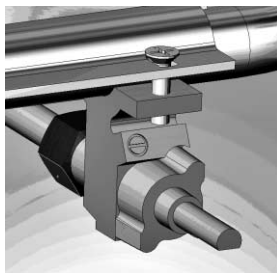

Рис. 6 Кран газовый с винтом малого пламени
б) через отверстие в панели управления, повернуть регулировочный винт крана (расположен сбоку см. рис. 6) по часовой стрелке до упора;
- б) винт крана «малое пламя» (расположен сбоку см рис. 6) закрутить по часовой стрелке до упора;